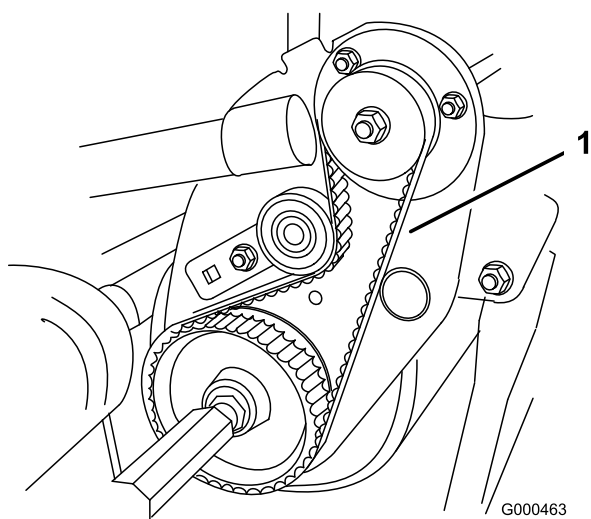

Figura 46
2. Verificate la tensione premendo sulla cinghia (Figura 46) al centro tra le pulegge, applicando una forza di $1,8 \pm 0,5$ kg. La cinghia deve flettersi di 4,8–7,9 mm. Se la flessione non è esatta, procedete alla voce seguente.